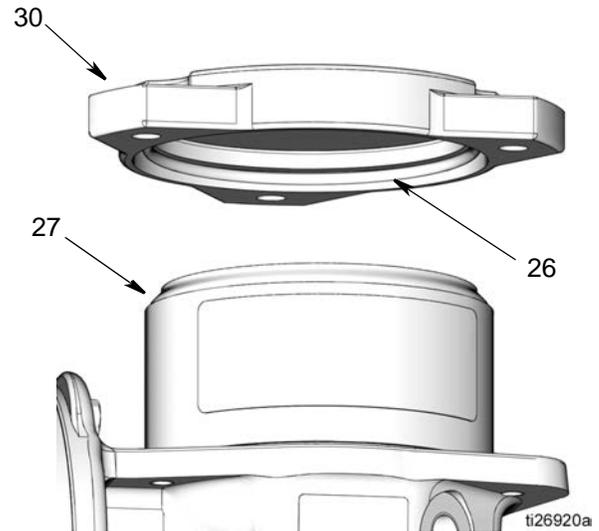

图 56
13. 将盖子 (30) 装在液箱 (27) 上。小心不要挤压或移动 O 形圈 (图 56)。